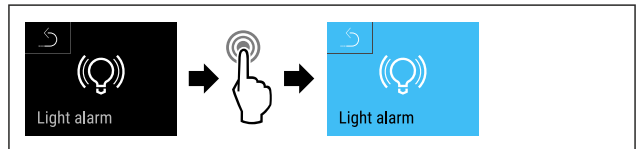

Fig. 151
- ▶ Efectuați pașii de acțiune (vezi Fig. 151).